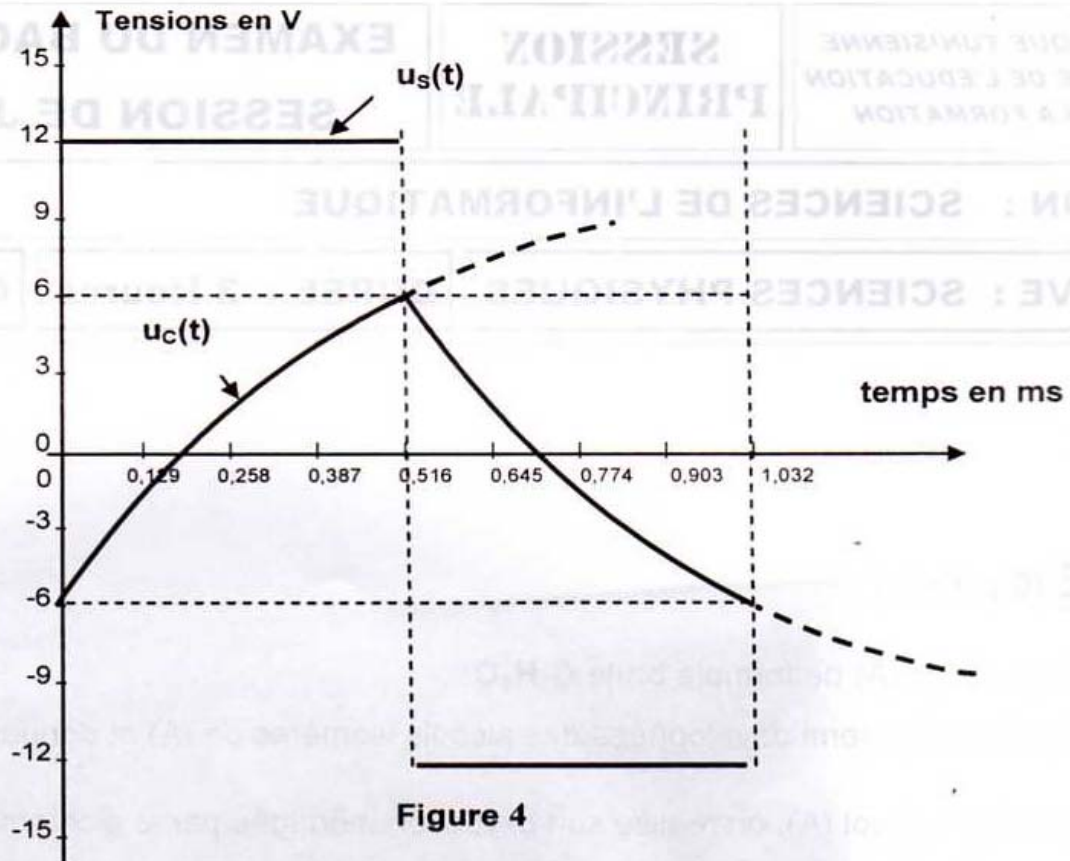

Figure 4
- 5) On se propose de déterminer expérimentalement les valeurs des résistances des résistors R_1 , R_2 et de la capacité C du condensateur. Pour cela et à l'aide d'un système d'acquisition approprié, on obtient les courbes de la **figure 4** traduisant l'évolution au cours du temps des tensions $u_c(t)$ et $u_s(t)$ du multivibrateur considéré.